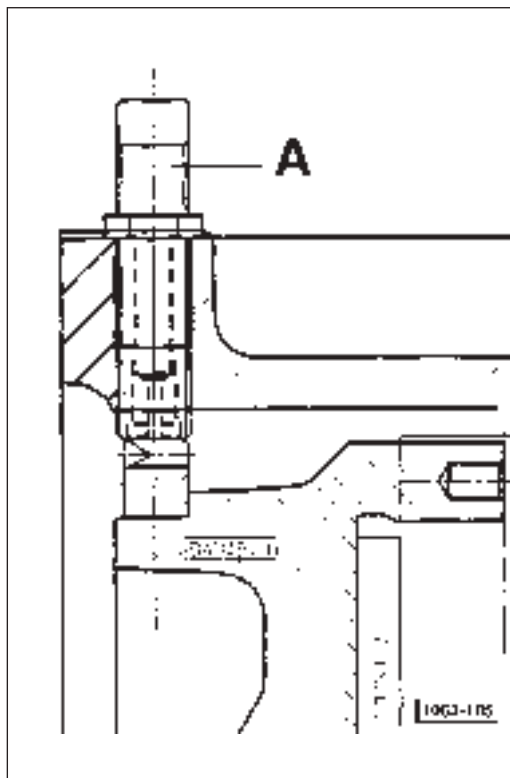

Fig. 1 - Pick-up moteur/embrayage
**ATTENTION:** Dans le cas de dépose de la boîte pour accéder à l'embrayage, il faut déposer le Pick-up (A Fig.1), afin d'éviter que les dents de la couronne du volant moteur ne puisse le détériorer.